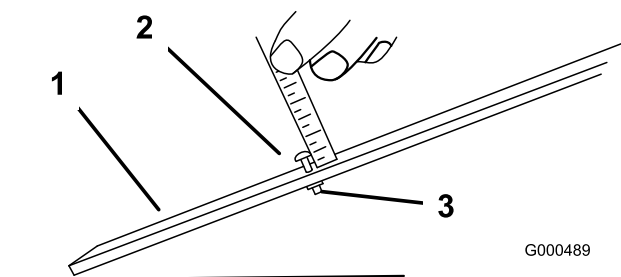

図 9
2. ゲージバー（図 9）のナットをゆるめ、調整ネジを希望の刈り高に合わせる。ネジ頭の下からバーの表面までの距離が刈り高となる。